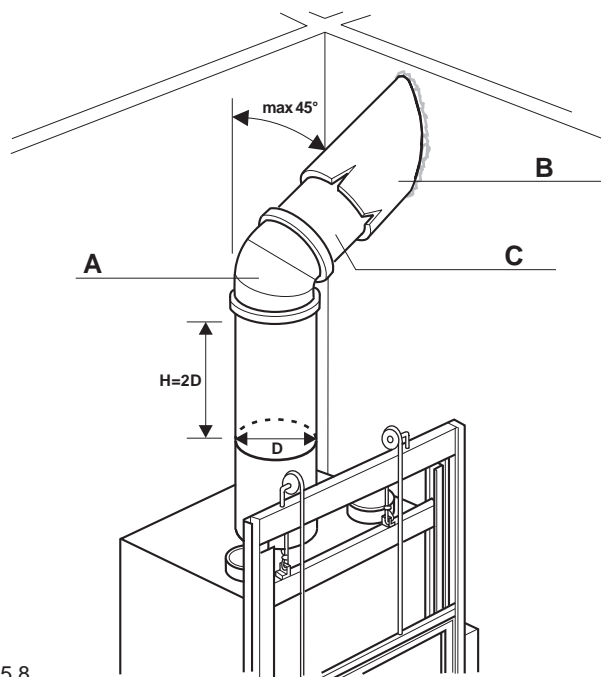

Fig. 5.8
5.8 COLLEGAMENTO ALLA CANNA FUMARIA (FIG. 5.8)
Il dimensionamento della canna fumaria deve essere effettuato in accordo con UNI EN 13384-1. Si consiglia di eseguire il raccordo per l'uscita fumi, tra il caminetto e la canna fumaria, mediante curve e tubi metallici di spessore adeguato, avendo l'attenzione di non superare l'inclinazione di 45° (vedi Fig. 5.8: **A**-curva, **B**-coibentazione fibra ceramica lana di roccia, **C**-tronchetto), qualora la canna fumaria non si trovi perpendicolare al caminetto. A raccordo eseguito è opportuno isolare i tubi metallici dell'uscita fumi con lana di roccia eventualmente ricoperta da foglio di alluminio esterno.
5.8 CONNECTION TO FLUE PIPE (FIG. 5.8)
Dimensioning the flue must be executed in accordance with UNI EN 13384-1. It is advisable to make the connection for smoke outlet between the fireplace and the flue pipe with curves and metallic pipes of a suitable thickness, taking care not to exceed and inclination of 45° (see Fig. 5.8: **A**-curve, **B**-ceramic fiber rock wool insulation, **C**- short section) if the flue pipe is not perpendicular to the flue pipe. When the connection has been made, it is advisable to insulate the metallic pipes of the smoke outlet with rock wool which may be externally covered with aluminium foil.
5.8 ANSCHLUSS AN DEN RAUCHFANG (ABB. 5.8)
Die Dimensionierung des Rauchfangs muss in Übereinstimmung mit UNI EN 13384-1 ausgeführt werden. Es ist ratsam, den Anschluss des Rauchaustritts zwischen Kaminofen und Rauchfang mit Metallrohren und -kurven mit geeigneter Stärke anzulegen, darauf achten, dass der Neigungswinkel von 45° nicht überschritten wird (siehe Abb. 5.8: **A**-Kurve, **B**-Wärmedämmung Keramikfaser, Steinwolle, **C**-Stutzen), falls der Rauchfang nicht senkrecht zum Kamin verläuft. Nach dem Anschluss sollten die Metallrohre des Rauchaustritts mit Steinwolle isoliert und eventuell mit einem Aluminiumblatt aussen abgedeckt werden.